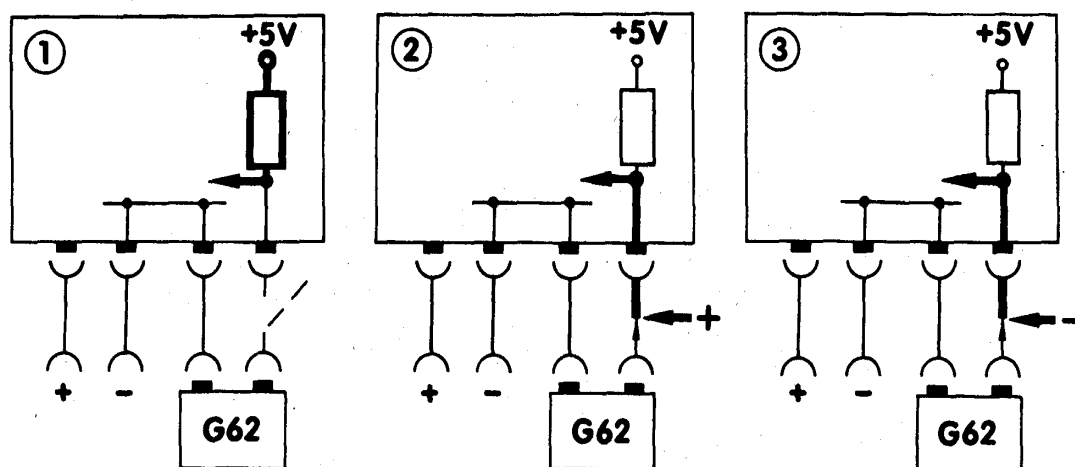

Рис. 4: Принцип контроля и обнаружения неисправностей.
1. *Обрыв провода* (сравните Рис. 4, поз. 1). В этом случае, на входе контроллера двигателя (к которому подключен датчик температуры охлаждающей жидкости G 62) из-за коммутации логических схем внутри контроллера двигателя приложено напряжение 5В.
2. *Короткое замыкание с плюсом бортовой сети питания* (сравните Рис. 4, поз. 2). При замыкании с плюсом (например, в каком-либо разъёме) на вход центрального процессора (к которому подключен датчик температуры охлаждающей жидкости G 62) приложено также напряжение не ниже 5В.
Т.о. неисправность в работе температуры охлаждающей жидкости G 62 обусловлена коротким замыканием на массу (сравните Рис.4, поз. 3). При замыкании на массу, например при повреждении изоляции кабеля, на вход контроллера двигателя (к которому подключен датчик температуры охлаждающей жидкости G 62) не поступает ни какого напряжения.